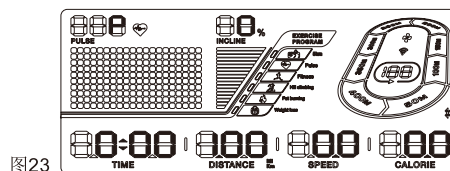

图23
1. 在跑步机处于待机状态下,长按面板上的 Training Prog键,再按一次,此时屏幕上的距离窗口闪烁,默认的距离为1.00公里,请按SPEED(速度)的+(增加)/-(减少)键调整您的理想训练距离。(图23所示)。